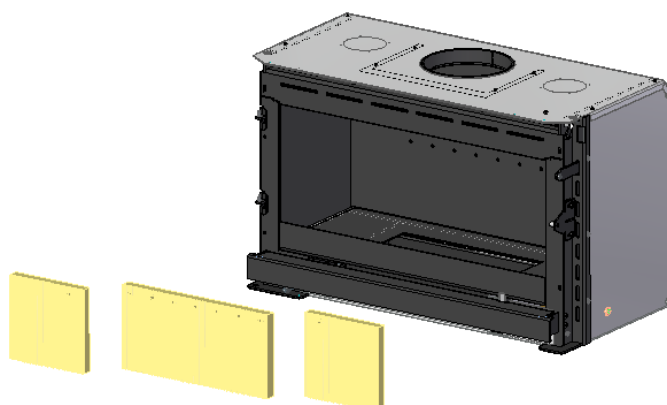

Figure 40 – Démontage des parties arrière de la vermiculite de l'équipement
4. Retirez les 3 pièces de l'arrière en les déplaçant vers l'avant de l'appareil et l'arrière vers l'extérieur de l'appareil, Figure 40.